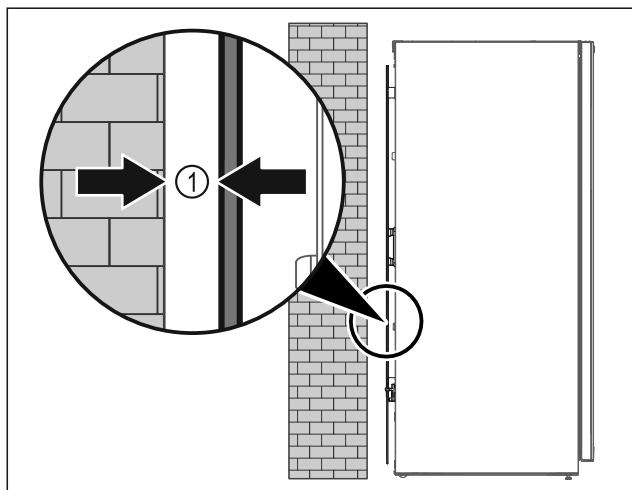

Fig. 5
- ▶ Ställ upp apparaten fritt i rummet eller direkt mot en vägg med ett minimiavstånd på 5 mm Fig. 5 (1) från väggen.